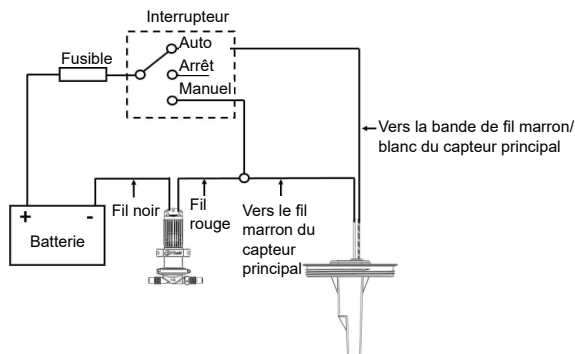
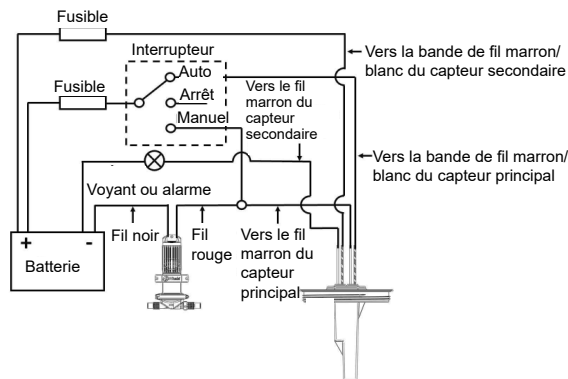
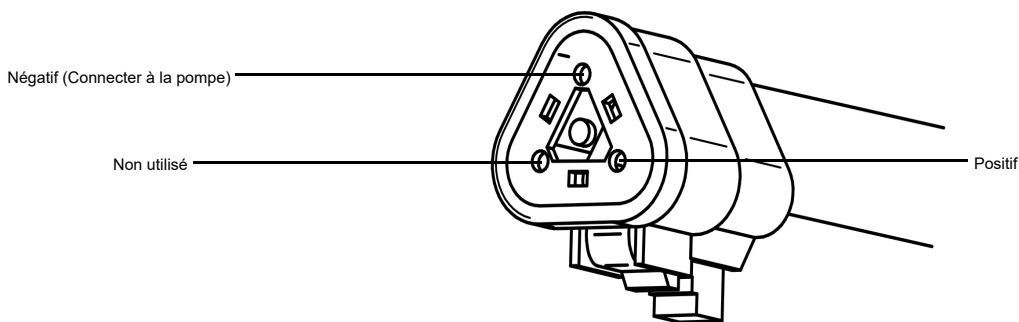

Figure 1A Schéma électrique – Pour modèles à un capteur
Figure 1B Schéma électrique – Pour modèles à deux capteurs
Figure 1C AK1006 / AK1007
- AVERTISSEMENT** : l'installation **doit** être réalisée par une électricien qualifié. Un mauvais câblage peut provoquer un feu entraînant des blessures ou la mort. Les informations suggérées concernant le câble (Figure 1A et Figure 1B) sont données à titre indicatif uniquement, et le câblage **doit** respecter les normes électriques applicables. **Installez** des fusibles ou des disjoncteurs de taille adéquate.
Câblage : Figure 1A ou figure 1B. Pour AK1006 et AK1007, voir également la figure 1C.
| | Mauvaise câblage | Vérifiez le câblage aux Figures 1A / 1B |